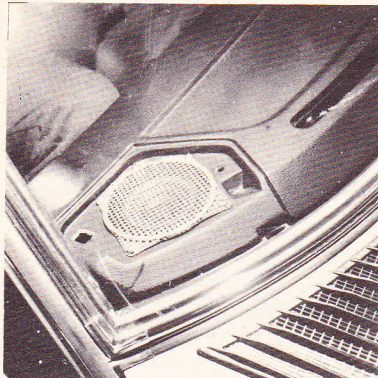

Fig. 2b
- Lautsprecher mit Tesamollstreifen versehen (Fig. 2b).
- Provide speaker with Tesamoll strip (fig. 2b).